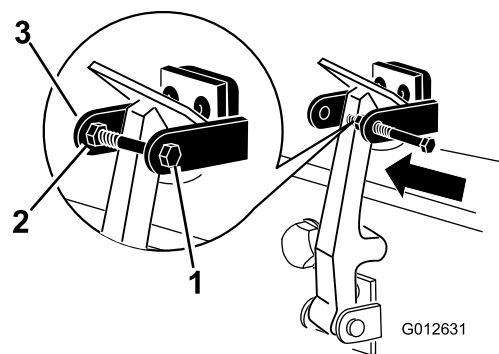

Figura 6
9. Monte el perno a través de otro brazo del soporte del cierre para CE y fije el perno con la contratuerca y la arandela (Figura 6).